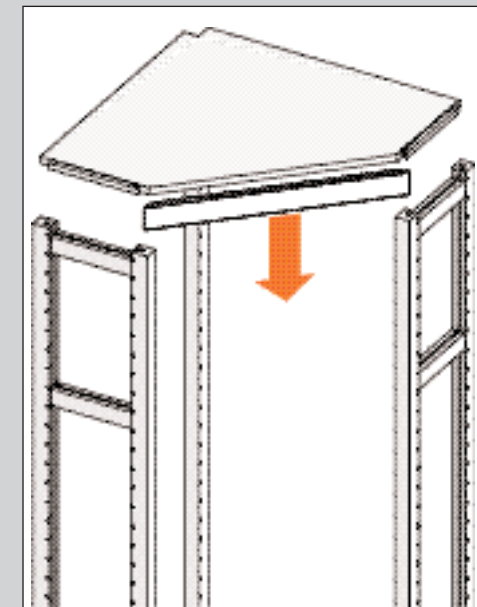

ABBILDUNG 55
5. Schieben Sie die Blende von oben gegen die Halterungen. Die Blende liegt auf den Laschen der Halterungen (siehe Abb. 55 und 56).